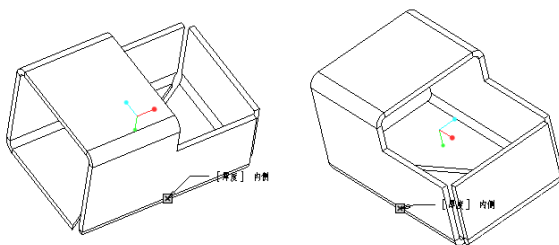

图 1-27 创建好边折弯的效果
(12) 在“边折弯”选项卡中单击  (完成) 按钮, 创建好边折弯的效果如图 1-27 所示。